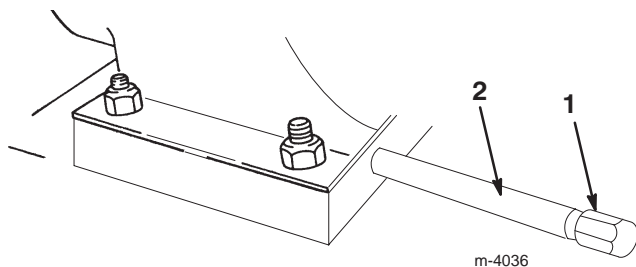

Figure 39
3. Nettoyez la surface autour du bouchon de vidange d'huile (Fig. 39).